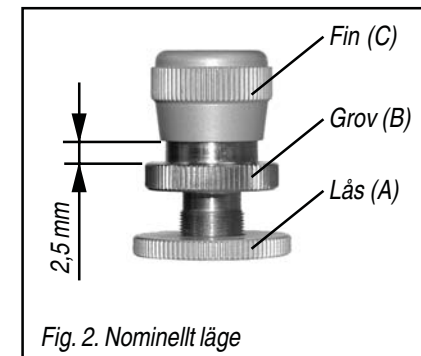

Fig. 2. Nominellt läge
Kontrollera att finjusteringsskruven (C) är i sitt nominella läge ca 2,5 mm enligt figuren (Fig. 2).
1. Lossa låsmutter (A)
2. Justera på grovjusteringsskruven (B) till önskat läge.
3. Drag åt låsmutter (A)